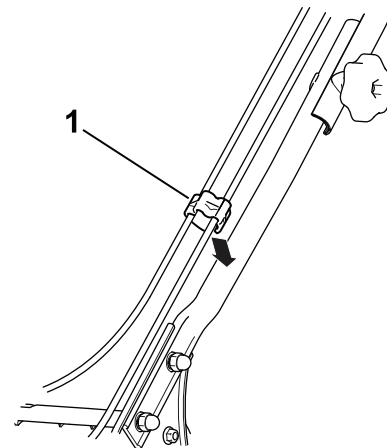

Figura 5
3. Inserte los cables en la abrazadera y conecte la abrazadera al manillar, según se indica en Figura 5.